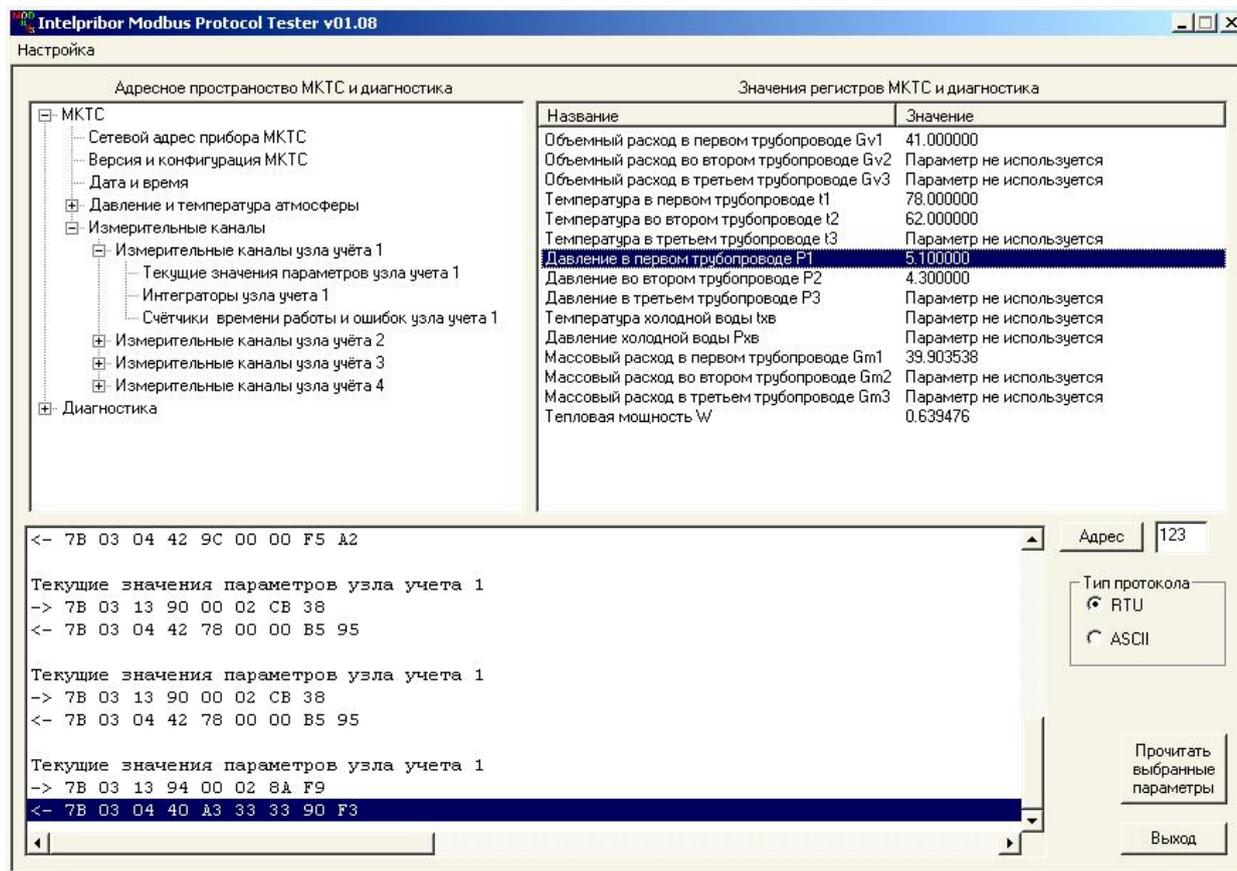

Рисунок 4.13 Просмотр значения только одного пункта списка.
- если требуется только один из нескольких параметров из списка *Значения регистров и диагностика*, то надо щёлкнуть по нему левой кнопкой мышки и наблюдать результат запроса (Рисунок 4.13);
Весь обмен: запросы и ответ, а также различные сообщения (название команды, сообщения об ошибках и т.п.) индицируется в окне вывода внизу (см. Рисунок 4.13).